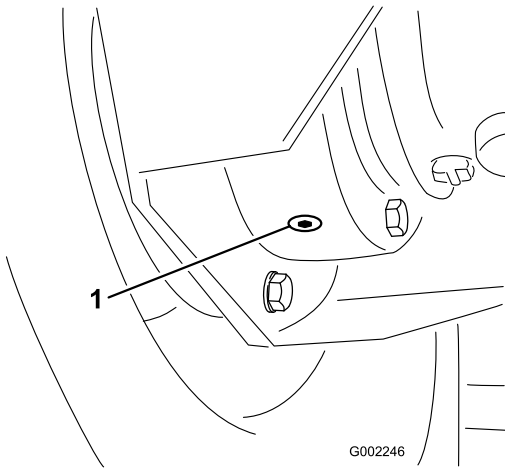

図 81
- 内側のドレンプラグの下に容器を置き、このプラグを外す **図 81**。